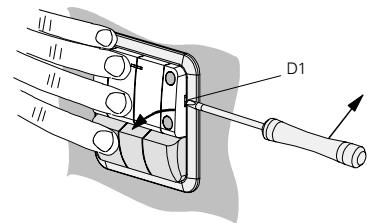

Bild 5: Herausdrücken der Tasterwippen
- Bei Verwendung der Befestigungsschrauben (B6) zuerst die Tasterwippen (B5) gemeinsam herausdrücken. Schraubendreher zwischen den Rahmen und die Aussparung (D1) die Tasterwippe (B5) stecken und die Tasterwippen heraushebeln (Bild 5). Wichtig dabei: Das Tastermodul (B4) und die Tasterwippen (B5) festhalten / andrücken.
- Schraubendreher in die Aussparung (D1, Bild 5) zwischen Rahmen (B2) und Tasterwippen (B5) stecken und Tasterwippen herausdrehen.